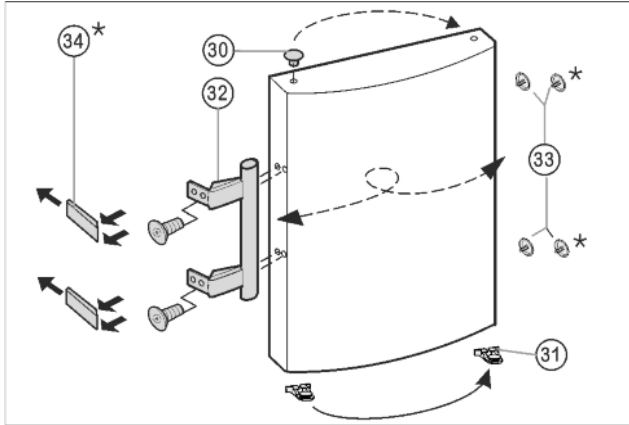

Fig. 9
- ▶ Извлеките пробку *Fig. 9 (30)* из опорной втулки дверцы и переставьте.
- ▶ Снимите и переставьте на противоположную сторону дверную ручку *Fig. 9 (32)*, пробку *Fig. 9 (33)* и прижимные пластины\* *Fig. 9 (34)*.